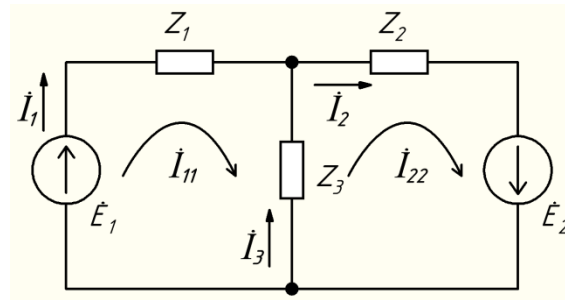

Рис. 3.8 – Еквівалентна комплексна схема заміщення
1. Складаємо еквівалентну комплексну схему заміщення (рис. 3.8):